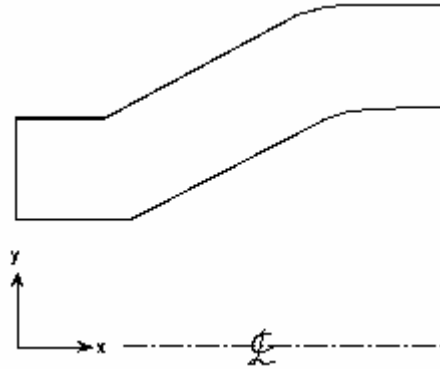

Figure 1:轴对称图形必须以 x 轴为中线
- 对于轴对称图形来说，必须定义笛卡尔坐标系的 x 轴为旋转轴 (Figure 1).